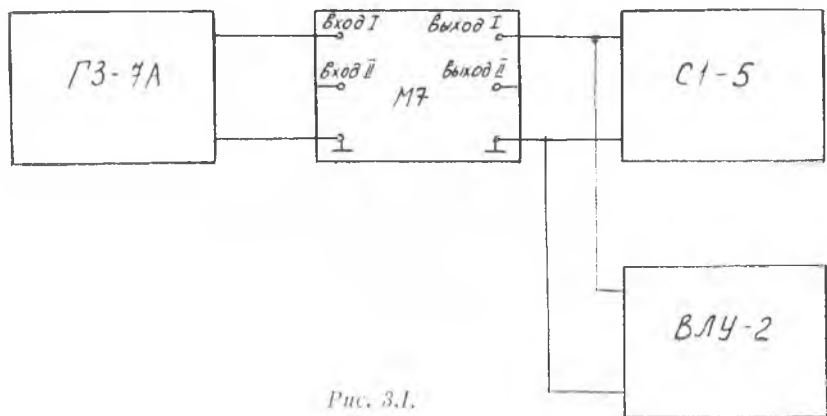
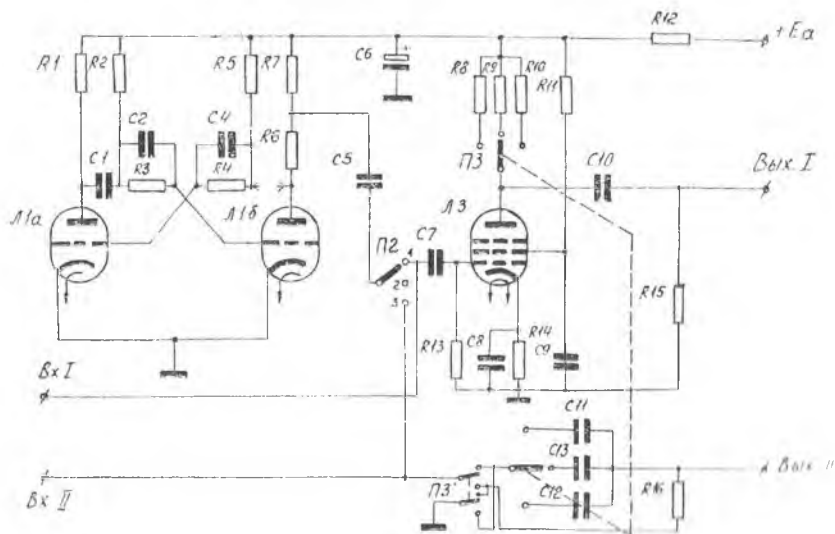

Рис. 3.1.
Рис. 3.2.
Блок-схема макета на рис. 3.1., а принципиальная схема на рис. 3.2.
1. Собрать установку согласно блок-схемы рис. 3.1.